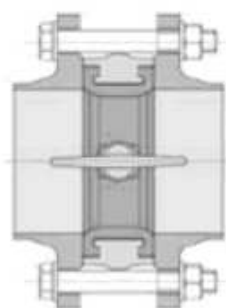

Рис.3
3) Отцентрировать поворотный затвор и слегка закрутить болты (шпильки), но не затягивать их. Повернуть диск затвора в положение "полностью открыт" (рис. 3).